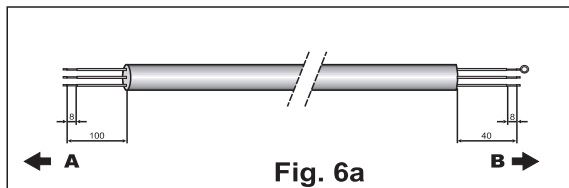

Fig. 6a
3. Préparez les extrémités des câbles d'arrivée de courant et ceux entre les unités intérieures et extérieures ainsi qu'illustré dans les figures 6a et 6b.